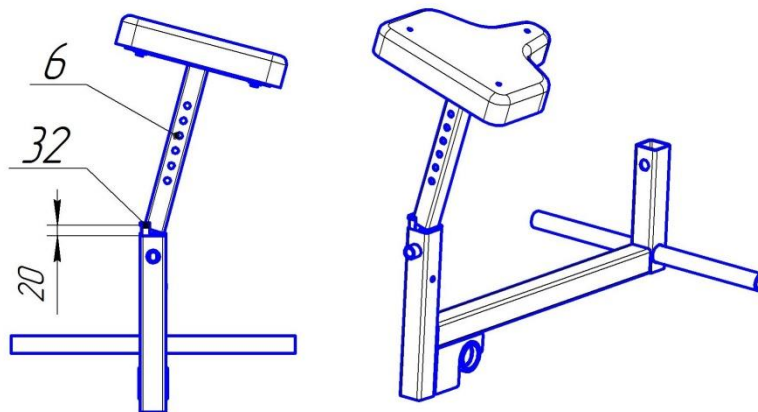

Рис.15 Схема установки основания сиденья в переходник 40x40-50x50.
13. Установить второй переходник 40x40-50x50 поз.32 в торец вертикальной трубы поз.5 (Маятник) не доводя до упора примерно 20мм, как указано на рис.15.
14. Установить дет. поз.6 (Основание сиденья) под углом 5...10°, чтобы дет. поз.6 вошла между двумя дет. поз.32 (Переходник 40x40-50x50) на 1...2мм (см. рис.15). Стенки обоих переходников поз.32 должны полностью охватывать трубу дет. поз.6.